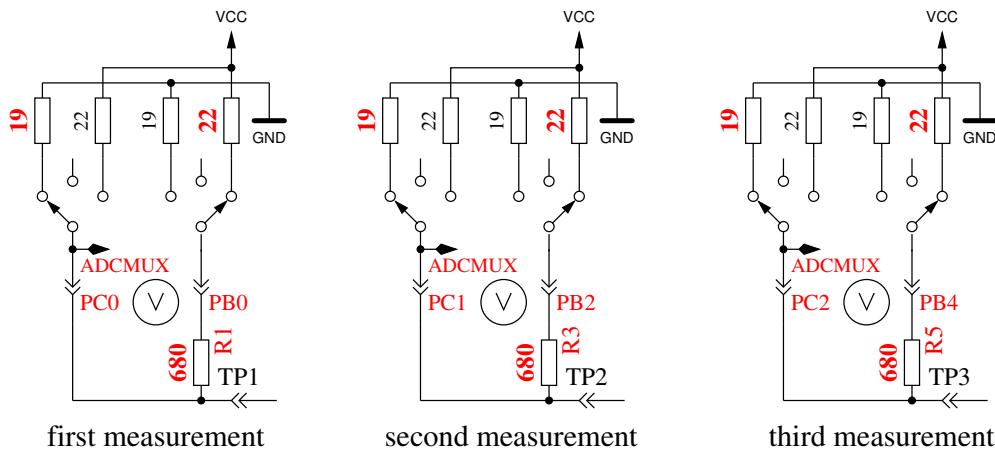

Abbildung 5.60. Messung des Innenwiderstandes von auf GND geschalteten Port-C-Ausgängen.
5. Dieser Schritt testet die **Fähigkeit von mit GND (-) verbundenen 470kΩ-Widerständen (H) die Testpins auf GND zu ziehen**. Zeile 1 zeigt den Text „RH-“. Zeile 2 sollte für alle drei Pinne Null mV anzeigen.
6. Dieser Schritt testet die **Fähigkeit von mit VCC (+) verbundenen 470kΩ-Widerständen (H) die Testpins auf VCC zu ziehen**. Zeile 1 zeigt den Text „RH+“. Der bestmögliche mV Wert für die drei Messungen wäre 0 in Zeile 2, da die Diffenz zu VCC dargestellt wird. Große Abweichungen vom Idealwert für Schritt 5 und 6 sind Fehler wie Isolations-Problem, Flussmittelreste oder beschädigter Port.
8. **Messung des Innenwiderstandes eines auf GND geschalteten Ausgangs.** Dieser und die folgenden Schritte werden nur bei gewählter AUTO\_CAL Option durchgeführt. Die internen Port C Widerstände von auf GND (-) geschalteten Ausgängen werden mit dem Strom der nach VCC (+) geschalteten 680Ω Widerstände gemessen, siehe Abbildung 5.60. Es werden nur die drei Pins des ADC-Ports vermessen, die Widerstands-Ports PB0, PB2 und PB4 können nicht ohne Veränderung der Hardware gemessen werden. Es wird angenommen, dass die Portwiderstände von unterschiedlichen Ports nahezu identisch sind. Der Widerstandswert wird im nächsten Schritt mit ausgegeben.